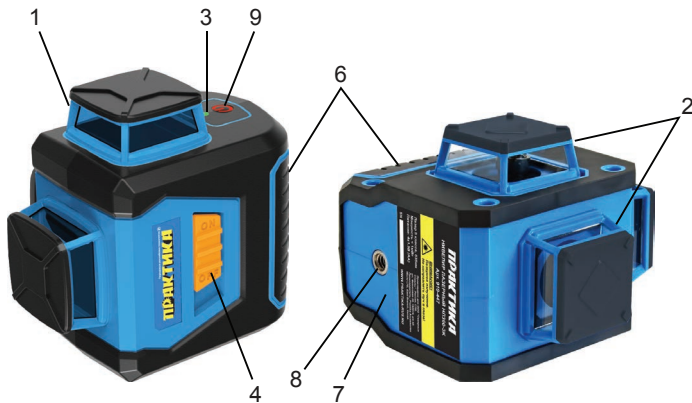

Рис.2 Конструкция Нивелира НЛ-360-3К
Конструкция лазерного нивелира НЛ-360-3К (Рис. 2):
2. Последовательным нажатием кнопки 9 (рис. 2) можно отдельно проецировать каждую из 3-х плоскостей (Рис Е, Ж, З)
2. Последовательным нажатием кнопки 9 (рис. 2) можно отдельно проецировать каждую из 2-х плоскостей (Рис Е, Ж)